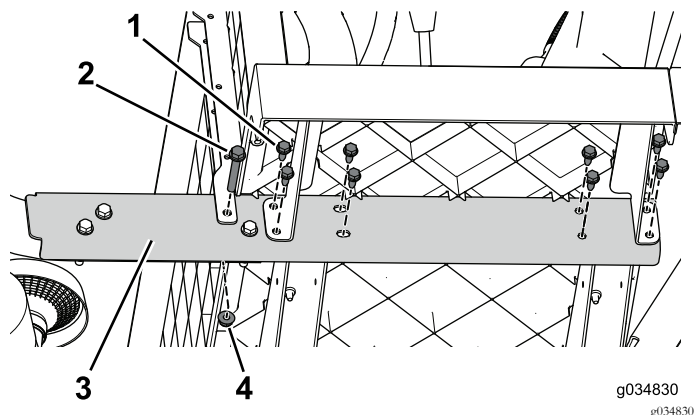

図 16
2. 車体にサイドレールを固定しているフランジボルト3/8 x 2-1/2 インチとナットを外す【図 16】。車体の反対側でも同じ作業を行う。
3. 車体の前方から後方に向かって順に、サイドレールを固定しているフランジボルト5/16 x 3/4 インチを外す【図 16】。車体の反対側でも同じ作業を行う。